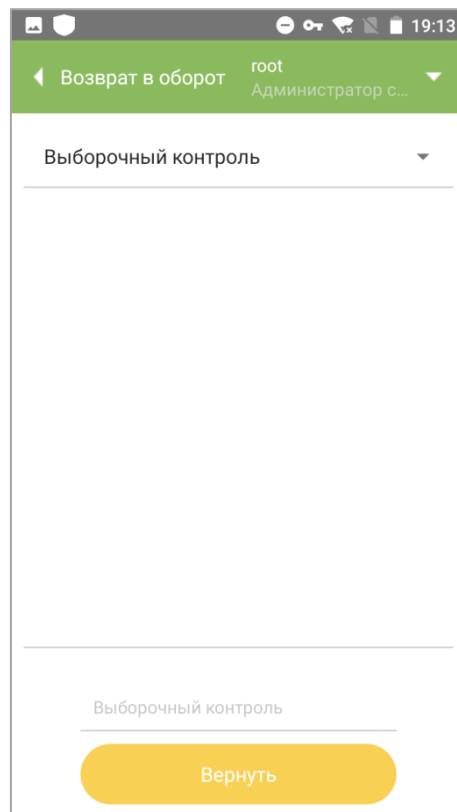
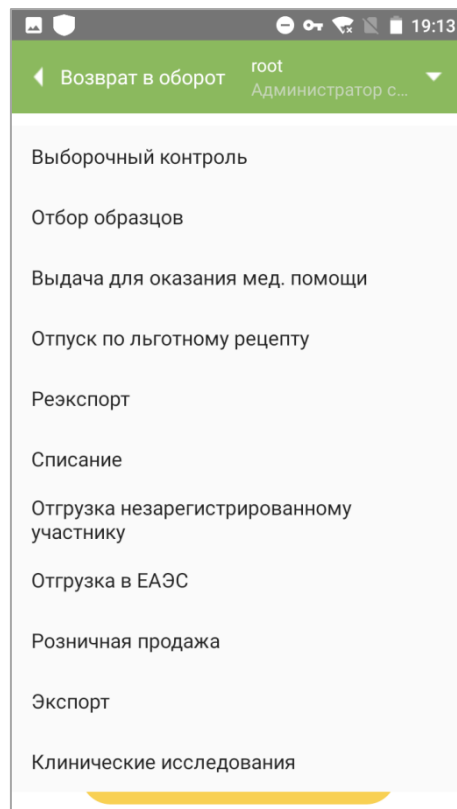

Рисунок 12.1
Рисунок 12.2
2. Откроется окно для сканирования кодов, которые следует вернуть в оборот (Рисунок 12.1). При необходимости изменить причину возврата, выбрав из выпадающего списка (Рисунок 12.2):